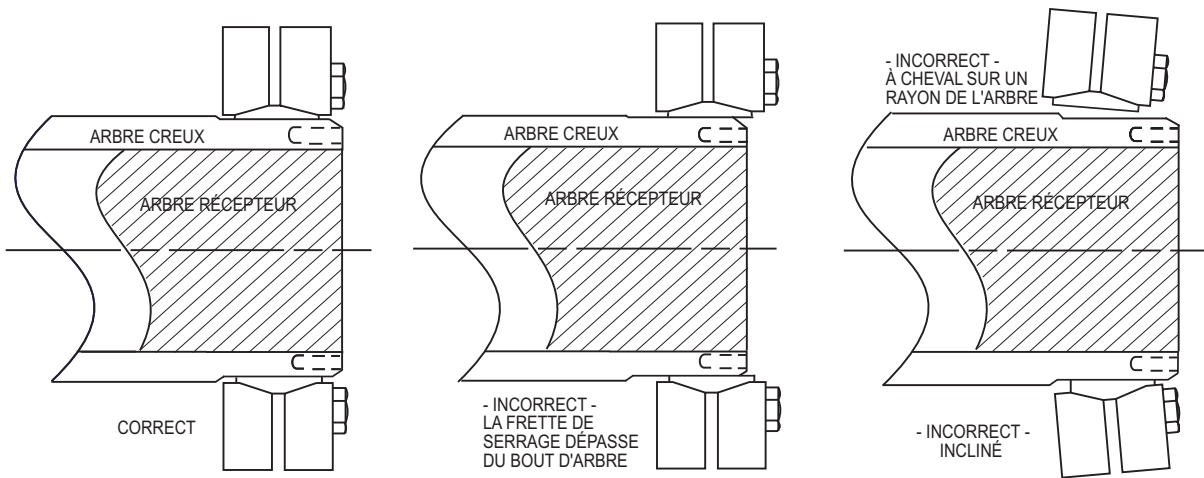

FIGURE 2 - POSITIONNEMENT DE LA FRETTE DE SERRAGE
1. Nettoyer la partie extérieure de l'arbre creux et le trou de la bague interne de la frette de serrage. Lubrifier légèrement la partie extérieure de l'arbre creux avec de l'huile minérale légère. Faire glisser la frette de serrage sur l'arbre pour la mettre en position (figure 2, page 2). S'assurer que le bord intérieur de la bague interne de la frette de serrage n'est pas bloqué sur un rayon de l'arbre. Serrer à la main trois ou quatre vis de blocage espacées régulièrement autour de la bride tout en maintenant les colliers externes parallèles. Serrer à la main les fixations restantes.